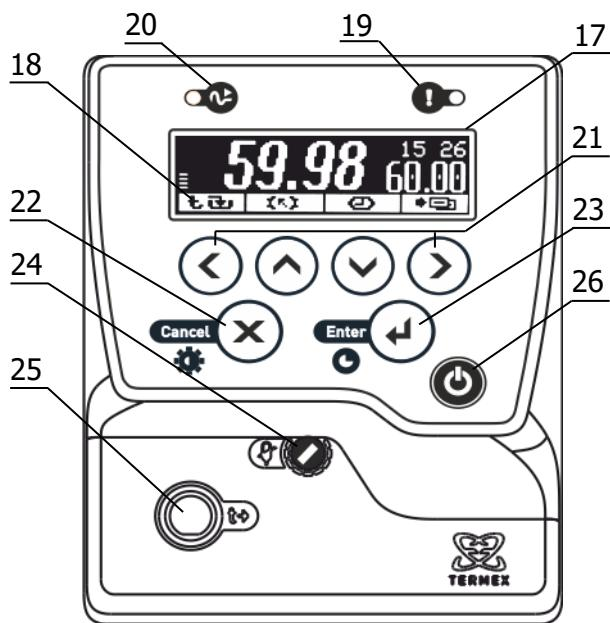

Рисунок 2 – Лицевая панель
Система безопасности блоков регулирования отключает двигатель насоса и нагреватель при срабатывании хотя бы одной из защит или неисправности датчика температуры (1.2.13). При срабатывании системы безопасности раздается звуковой сигнал, загорается индикатор 19 (рисунок 2) и на дисплей 17 выводится информация о причине неисправности.
2.3.1 После подключения сетевого кабеля к электрической сети блок регулирования переходит в режим ожидания. Подключение сопровождается кратковременной подсветкой дисплея 17 (рисунок 2).
2.3.6 Для регулировки яркости подсветки или контраста дисплея нажать кнопку 22 (X), выбрать изменяемый параметр кнопками (▲) и (▼) и установить его значение кнопками (◀) и (▶). Зафиксировать изменение нажатием кнопки 23 (↔) (рисунок 2).
2.6.6 Для выбора уставки в качестве текущей кнопками (▲) и (▼) подвести к ней указатель. Значение отмеченной указателем уставки дублируется крупными цифрами в правой части дисплея. Для подтверждения выбора отмеченной уставки нажать кнопку 23 (↔). Для отмены выбора нажать кнопку 22 (✗) (рисунок 2).
2.6.7 Для изменения численного значения отмеченной указателем уставки нажать кнопку (▶). На рамке, обрамляющей значение уставки в правой части дисплея, появятся «засечки», указывающие на изменяемую позицию в численном значении. Цифра в отмеченной позиции мигает. Нажатиями кнопок (▲) и (▼) установить требуемую цифру в отмеченной позиции. Если удерживать кнопку нажатой, значение уставки будет изменяться непрерывно. Нажатиями кнопок (◀) и (▶) переместить отметку изменяемой позиции. Дискретность изменения значения уставки зависит от положения изменяемой позиции: если отмечена позиция десятков, то при единичном нажатии кнопки (▲) или (▼) значение уставки изменится на 10 °C. Если отмечена позиция десятых долей, то значение уставки изменится на 0.1 °C соответственно. Закончить ввод нового значения уставки нажатием кнопки 23 (↔). Для возврата к значению уставки до ее изменения нажать кнопку 22 (✗) (рисунок 2).
2.7.3 При срабатывании защиты раздается звуковой сигнал и загорается красный индикатор срабатывания системы безопасности 19 (рисунок 2). Работа насоса и нагревателя будет блокирована. На дисплее отобразится текущее состояние системы защит.
2.7.5 После устранения причины срабатывания защиты или ее отключения кнопкой (►) индикатор 19 (рисунок 2) погаснет. Перевести блок регулирования в рабочий режим нажатием кнопки 23 (↔).